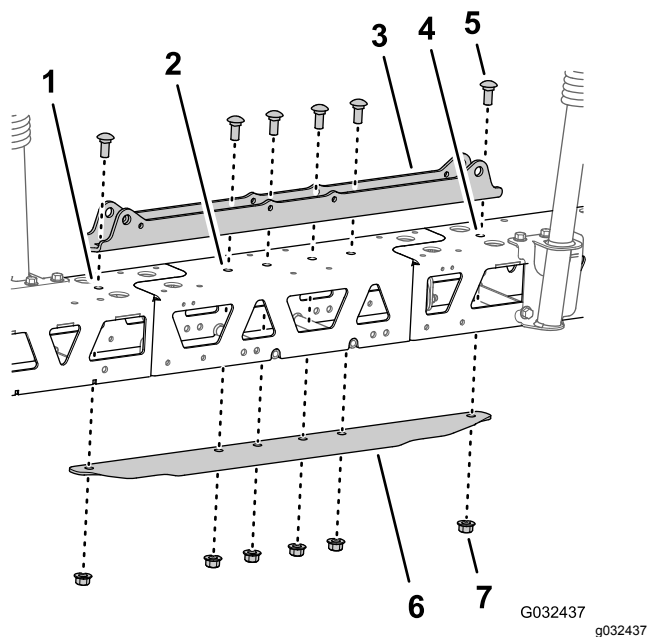

Рисунок 118
5. Совместите отверстия в креплении цилиндра с отверстиями на осевой линии средней ферменной рамы (Рисунок 118).
6. Вставьте швеллер жесткости в среднюю и наружную ферменные рамы и совместите отверстие в швеллере с отверстиями на осевой линии средней ферменной рамы (Рисунок 118).
$1\frac{1}{4}$ дюйма) с 4 фланцевыми контргайками ($\frac{1}{2}$ дюйма) из доводочного комплекта системы опрыскивания GeoLink (Рисунок 118).